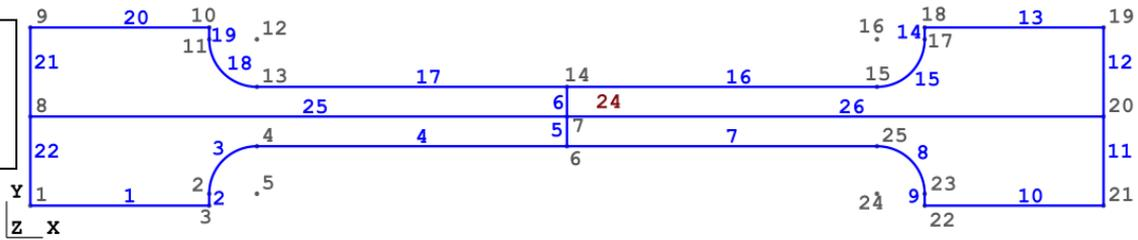

Figure 2: Géométrie de l'éprouvette
- Définir les lignes (figure 2)
- Définir la surface (figure 2)
On définit les coordonnées de tous nos nœuds voir figure 2 pour comprendre les numéros
On relie nos nœuds soit par des lignes ou des arcs de cercles (voir figure 2)
Création de notre surface (voir figure 2)
Création de nos références : (voir figure 2)